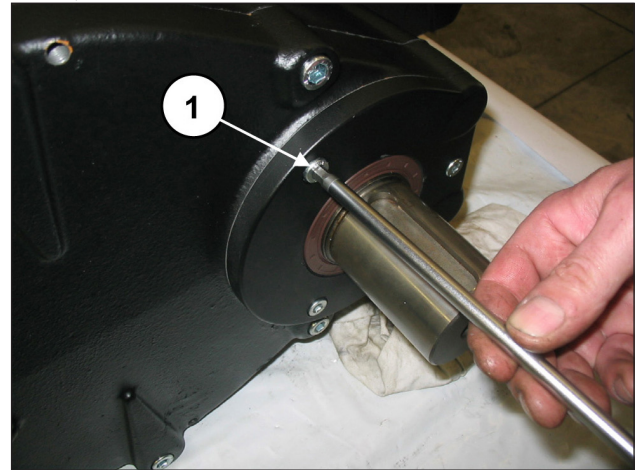

Fig. 3
Aflojar los tornillos de fijación de la brida del reductor (pos. ①, Fig. 3) y extraer la brida del eje.